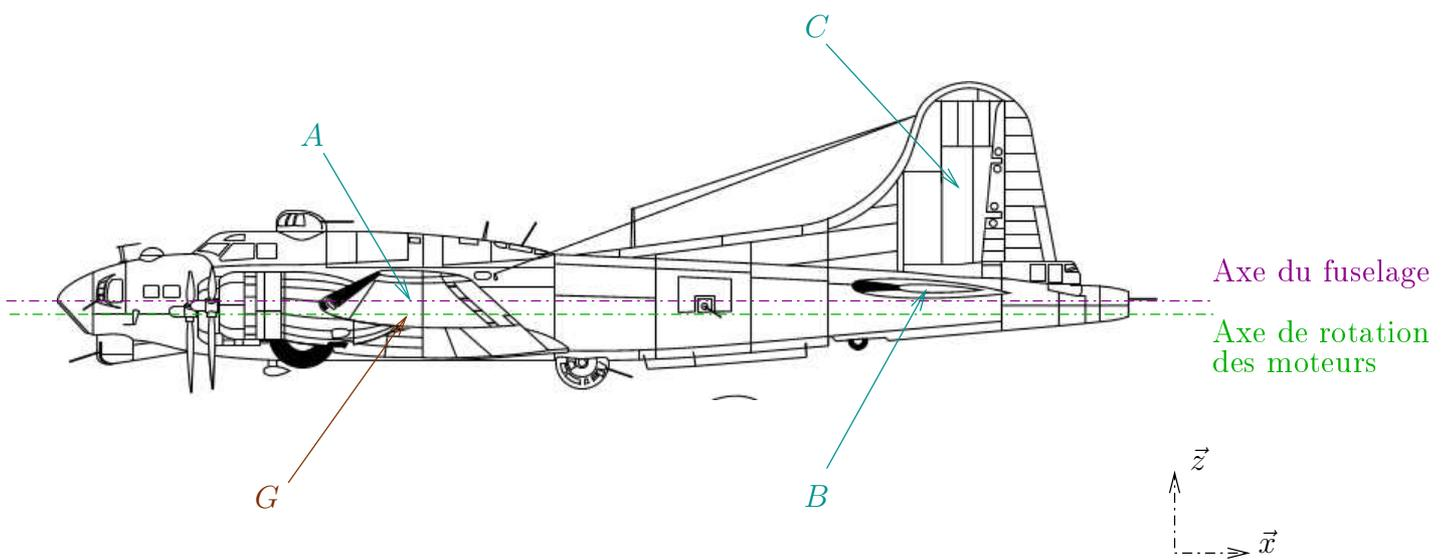

FIGURE 3 – Présentation des forces exercées sur le B-17 (les vecteurs \vec{x} et \vec{z} sont unitaires ; le vecteur \vec{z} est vertical).
- 6) On demande de présenter les forces exercés sur l'avion sur la FIG. 3 plane en sachant que :